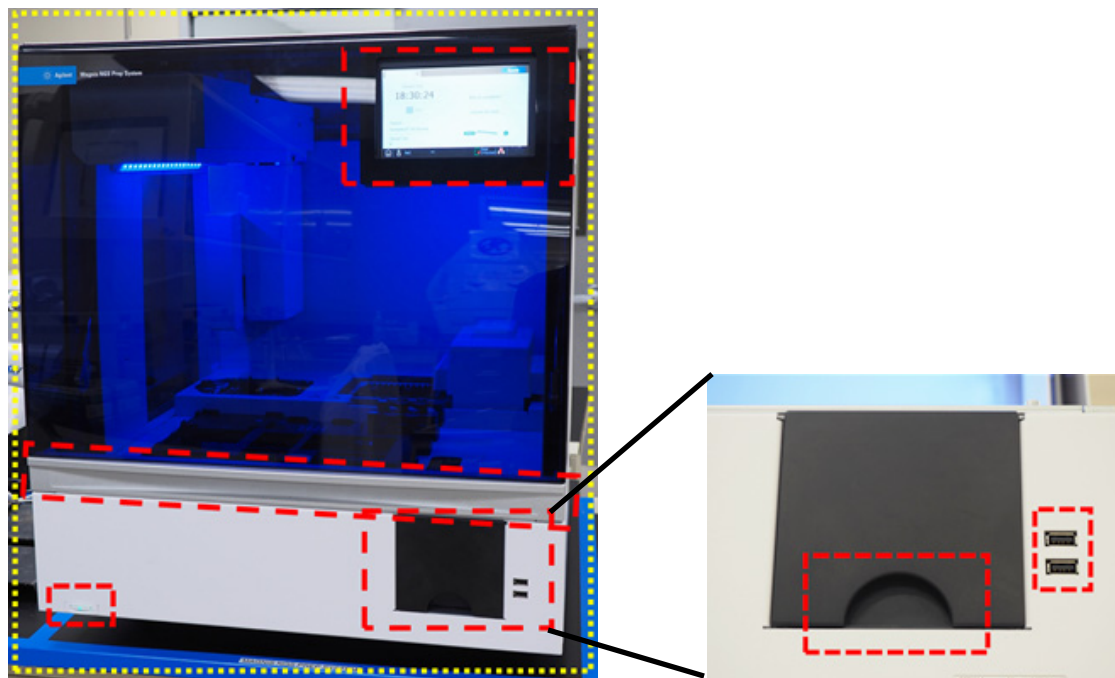

Figura 28 Superficies exteriores de la parte frontal del instrumento que deben limpiarse
- b Parte exterior-frontal del instrumento:** Cierre la puerta del instrumento. Con un paño de laboratorio humedecido con alcohol isopropílico al 70 %, limpie suavemente las superficies señaladas en amarillo y rojo en Figura 28. Estas zonas incluyen la pantalla táctil, el botón de encendido, la tapa del contenedor de desechos (incluida la depresión usada para ayudar en la apertura/extracción) y el plexiglás frontal. Saque el cajón del contenedor de desechos y limpie el interior del contenedor. Limpie la zona que rodea los puertos USB (no humedezca los puntos de contacto eléctricos). Deben limpiarse todas las zonas señaladas en amarillo. Se debe prestar una atención especial a las zonas señaladas en rojo para proceder a una limpieza cuidadosa.